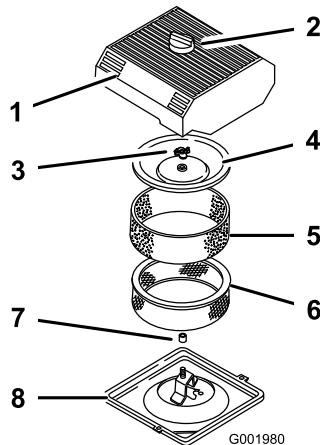

Figura 43
3. Para evitar qualquer dano, limpe à volta do filtro de ar para impedir a entrada de impurezas para o interior do motor (Figura 43).
4. Desaperte o botão existente na parte superior do filtro de ar e retire a cobertura (Figura 43).
5. Retire cuidadosamente o filtro de esponja, passando pelo filtro de papel (Figura 43).
6. Desaparafuse a porca da cobertura e retire a cobertura e o filtro de papel (Figura 43).
1. Coloque cuidadosamente o filtro de esponja, passando pelo filtro de papel (Figura 43).
- Coloque a porca da cobertura e aperte contra a cobertura (Figura 43).
- Coloque a cobertura do filtro de ar e o botão (Figura 43).